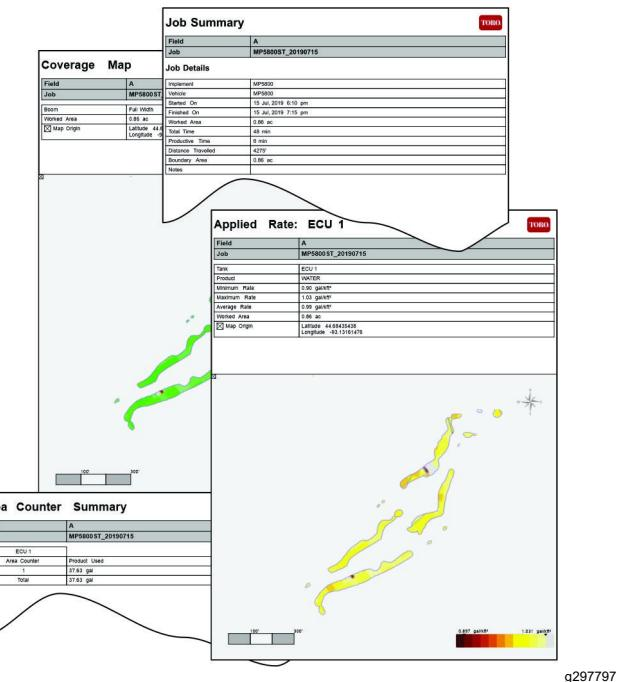

Figura 28
- Esporta un file di report delle attività (.pdf); come illustrato nella Figura 28.